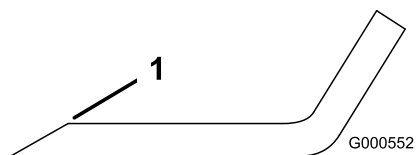

Figura 118
1. Utilice una lima para afilar el filo de corte en ambos extremos de la cuchilla (Figura 118).